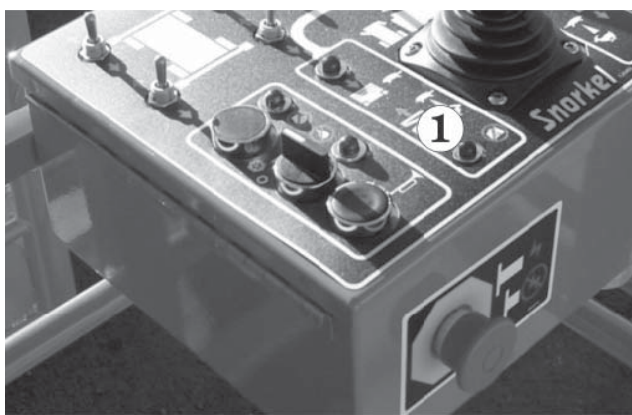

Abb. 2.4 – Plattform-Überlastungslampe
Der Alarm wird ertönen und die Überlastlampe ❶ (siehe Abb. 2.4) wird leuchten, sobald der Überlastungspunkt erreicht wird.